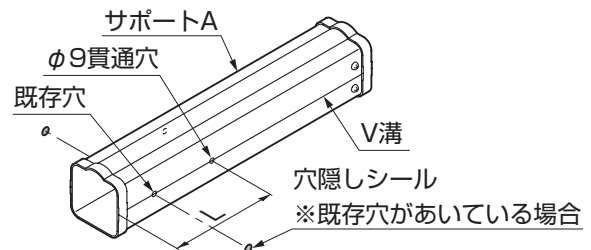

図5-2
- ① サポートBを抜いてからサポートAの両側面の端部からLの位置に両側からφ9の貫通穴をあけてください。
- ② 既存の穴があいている場合は穴隠しシールを貼ってください。(図5-2参照)